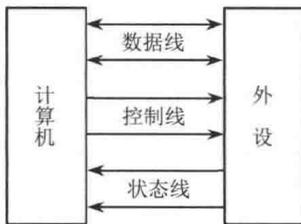

图 8-2 并行通信
① 速度快: 可以一次传输多位数据。
② 引线较多: 如计算机与外设的并行接口就有 8 根数据线, 还有数根与外设联系的控制线和状态线, 所以总数在 10 位以上 (如图 8-2 所示)。
③ 距离短: 由于引线较多, 排线上线与线之间分布电容的影响比较严重, 所以很难实现远距离通信。